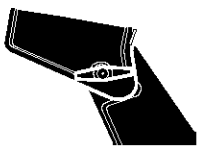

Figura 3
2. Afloje la **tuerca de mariposa** en el deflector del tubo de descarga y mueva el deflector para establecer la distancia. Mueva el deflector hacia (**ARRIBA**) para mayor distancia, hacia (**ABAJO**) para una distancia menor. Luego apriete la **tuerca de mariposa** (vea la Figura 3).